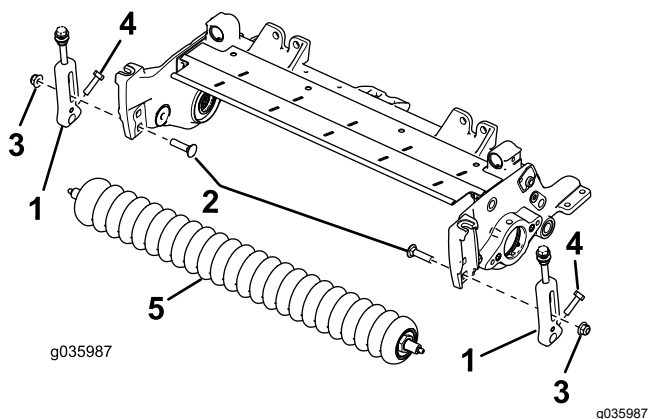

Figura 4
6. Rimuovete i bulloni a testa tonda e i dadi di bloccaggio che fissano le staffe dell'altezza di taglio alle piastre laterali degli apparati di taglio (Figura 4).
7. Allentate le viti che fissano le staffe dell'altezza di taglio all'albero del rullo anteriore (Figura 4).
8. Togliete le staffe dell'altezza di taglio ed il rullo anteriore dalle piastre laterali dell'apparato di taglio (Figura 4).